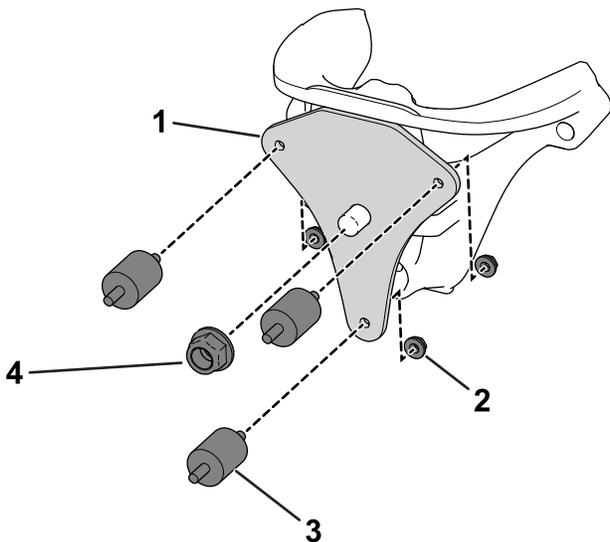

Рисунок 5
8. Используйте гайку (5/8 дюйма) для крепления монтажной пластины к вилке поворотного кулака (Рисунок 5).
9. Прикрепите 3 резиновые виброопоры к монтажной пластине с помощью 3 гаек (5/16 дюйма), как показано на Рисунок 5.